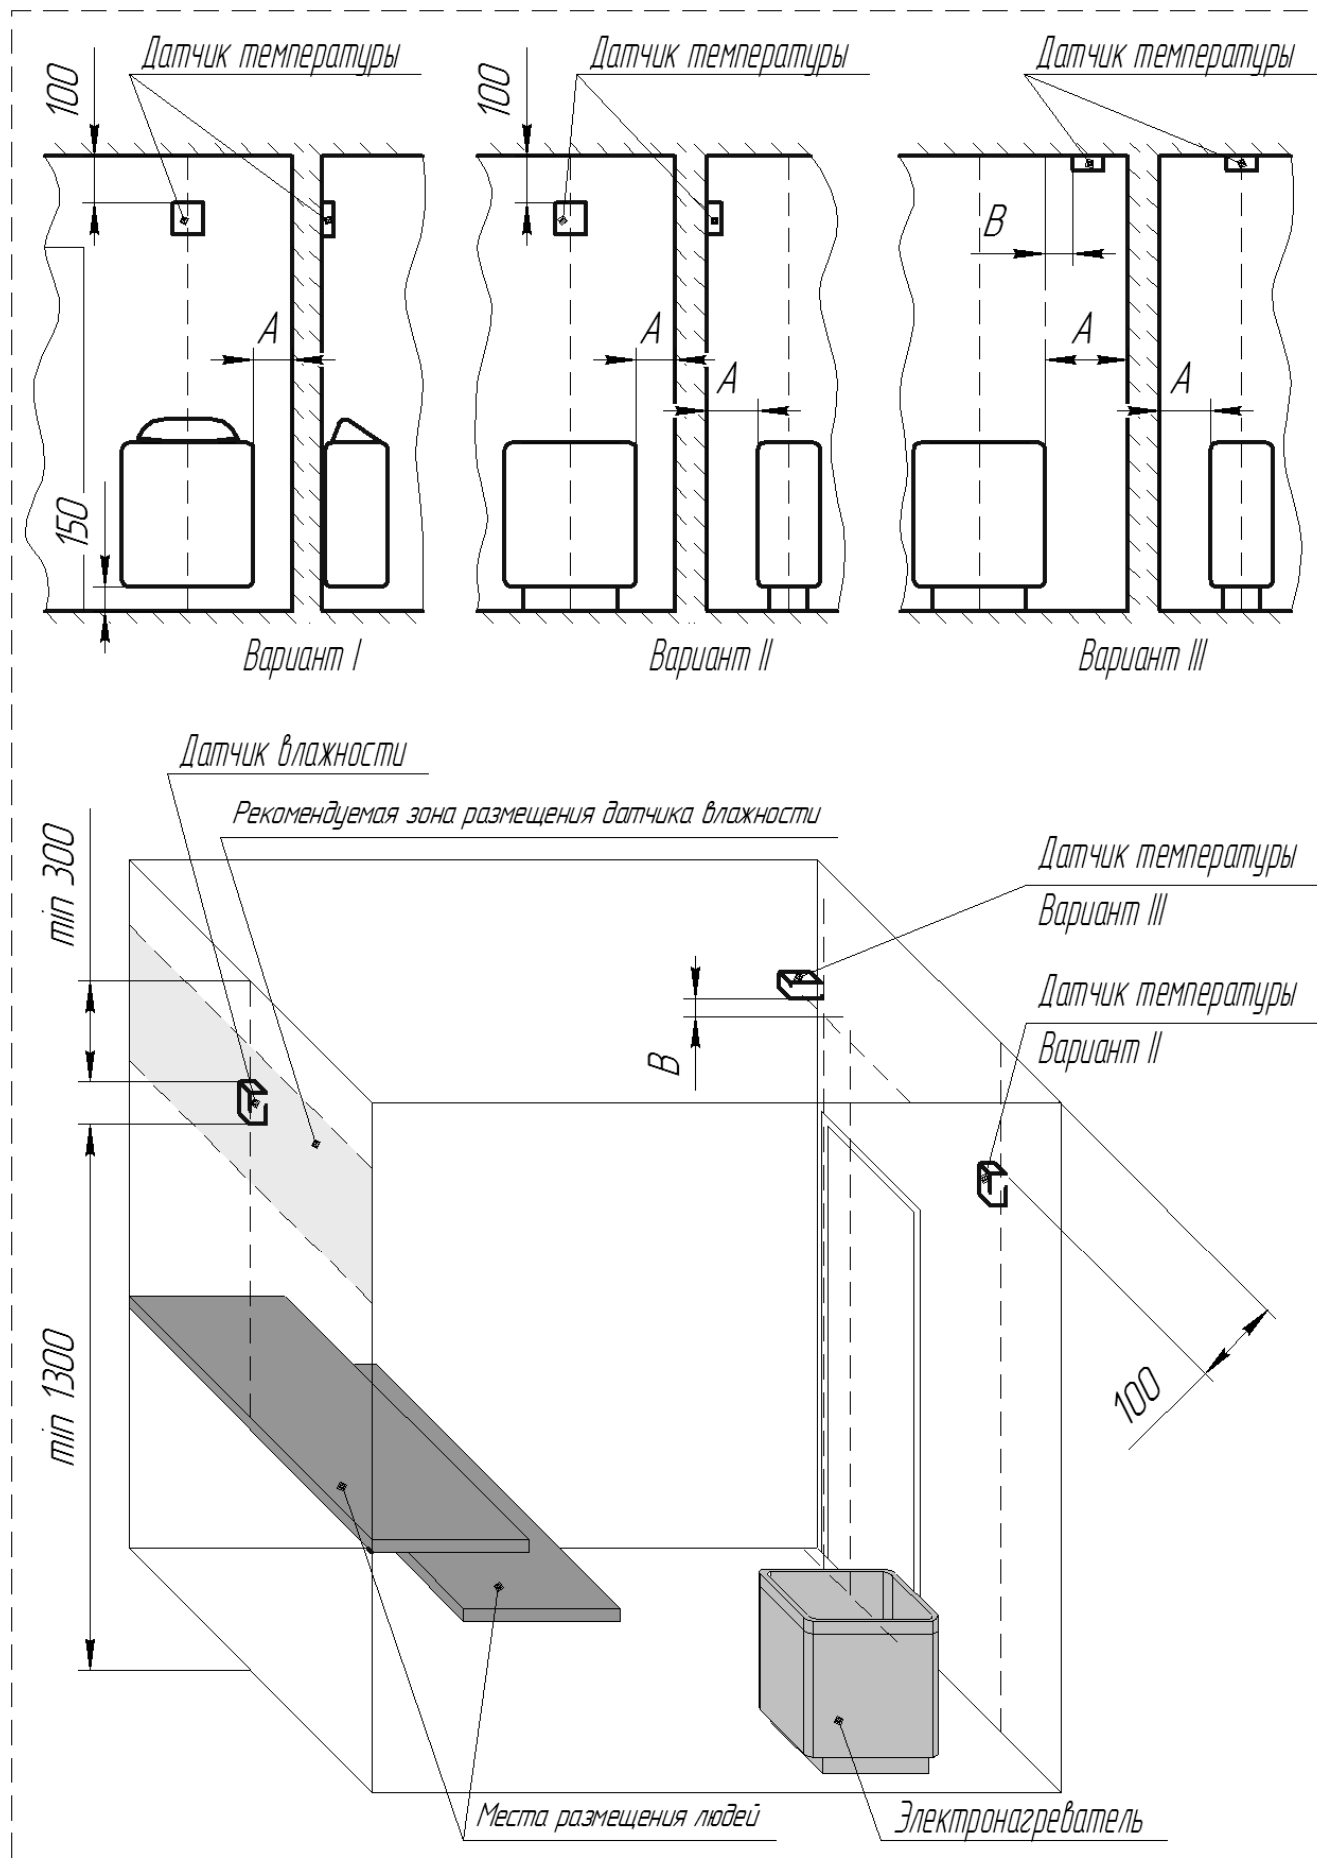

Рисунок 6. Общие рекомендации по размещению датчиков температуры и влажности в помещении сауны
– при размещении электронагревателя на стене – датчик температуры устанавливать на стене, вертикально над центром электронагревателя, на расстоянии 100 мм от потолка (рис. 6, вариант I);
○ на стене, вертикально над серединой длинной стороны электронагревателя, на расстоянии 100 мм от потолка (рис. 6, вариант II);
○ на потолке, над электронагревателем, на линии, параллельной продольной оси электронагревателя, на расстоянии от края электронагревателя (рис. 6, вариант III) В – от 100 до 200 мм.
Пример установки датчиков температуры и влажности в помещении сауны приведен на рис. 6.